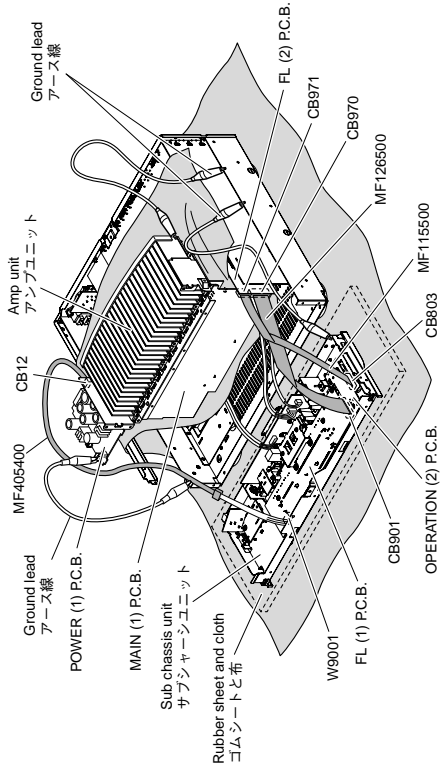

Fig. 11
- Place the sub chassis unit on top of the rubber sheet and cloth. (Fig. 11)
- Put the amp unit together with the heat sink upright and check. (Fig. 11)
- FL (1) P.C.B. CB901, FL (2) P.C.B. CB970:
- In main unit, the ground of sub chassis unit and amp unit is connected to the main unit. When this sub chassis unit and amp unit are removed from main unit, connect the ground to the main unit, using a ground lead or the like. (Fig. 11)
- サブシャーシユニットをゴムシートと布の上に置きます。(Fig. 11)
- アンプユニットはヒートシンクといっしょに立ててチェックします。(Fig. 11)
- 本機ではサブシャーシユニットおよびアンプユニットのアースが本機に接続されています。サブシャーシユニットおよびアンプユニットを本機より取り外した場合は、リード線等でアースを本機に接続してください。(Fig. 11)